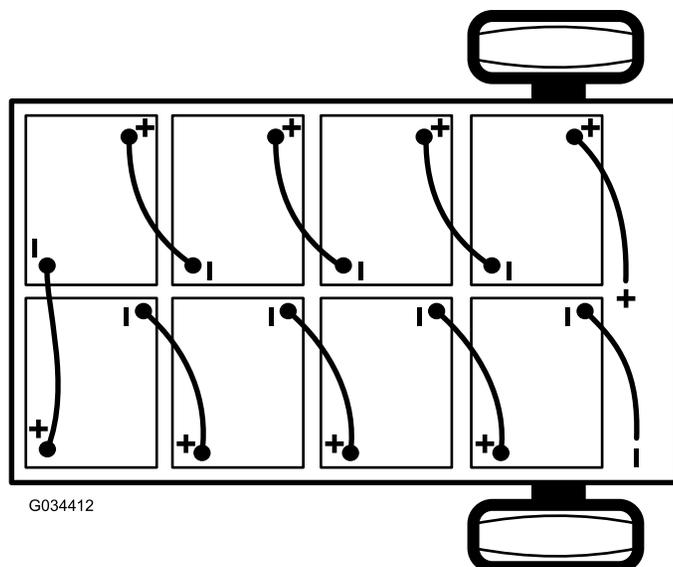

Figura 40
2. Desligue o fio negativo principal da bateria (preto) que liga o banco das baterias ao ponto de ligação à terra da máquina (Figura 40).
3. Desligue o fio positivo principal da bateria (vermelho) que liga o banco das baterias ao contacto principal da máquina (Figura 40).
- Nota:** Obs.: Preste atenção à polaridade das baterias quando trocar de baterias (Figura 40).
6. Faça a ligação das baterias como se mostra na Figura 40 com os cabos de interligação das baterias que removeu no passo 1.
2. Ligue o fio positivo principal da bateria (vermelho) entre o banco das baterias e a máquina (Figura 40).
3. Ligue o fio negativo principal da bateria (preto) entre o banco das baterias e a máquina (Figura 40).